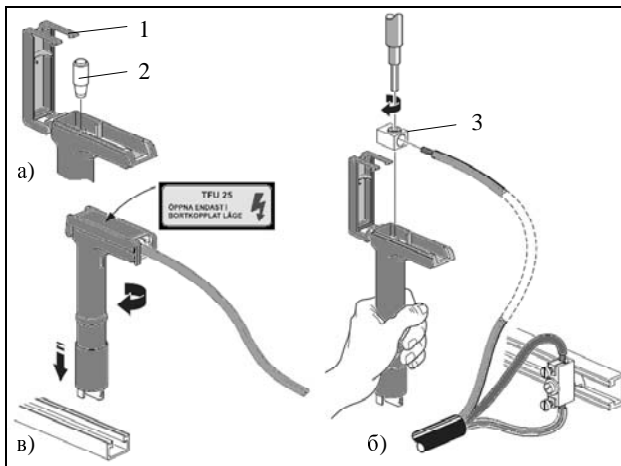

Рис. 26. Порядок монтування розетки TFU 25
Насправді цей аксесуар дозволяє безпечно приєднати лише один провідник до будь-якої лінійної шини (бажано до шини L3, оскільки вона розташована нижче за інші, отже приєднаний провідник не буде торкатися інших лінійних шин). Розетка TFU 25 забезпечує захист персоналу, який користується обладнанням чи електроінструментом, від непрямих дотиків, оскільки конструкція цієї розетки передбачає встановлення у ній вставки запобіжника системи D другого габариту (D II з тепловим струмом  $I_{th}$  до 25 А). Робочий нейтральний та захисний провідники, необхідні для тимчасового приєднання обладнання електроінструменту, приєднуються за допомогою з'єднувача ADC 25 до PEN шини або двома з'єднувачами окремо до N та PE шин. Обладнання може бути безпосередньо приєднано до живлення, а електроінструмент слід приєднувати до живлення через трипровідну розетку. Послідовність приєднання обладнання або трипровідної розетки має бути такою (див. ілюстрацію на рис. 26):
2. відкрити (відщепнути) відкидну кришку 1 розетки TFU 25 та ввести вставку 2 запобіжника D II в отвір під кришкою (рис. 26, а);
3. викруткою приєднати N та PE провідники кабелю до терміналів з'єднувача ADC 25, а сам з'єднувач – до PEN шини; монтувальним пристроєм (див. рис. 8) приєднати лінійний провідник кабелю до стовпчикового терміналу 3 розетки TFU 25 та ввести цей термінал в отвір розетки над вставкою запобіжника (рис. 26, б);